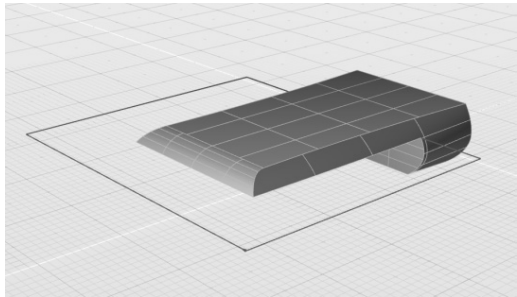

图 4-126 修剪范围为“反转曲线法线”
- 当选中“反转曲线法线”单选按钮时，获得结果如图 4-126 所示。